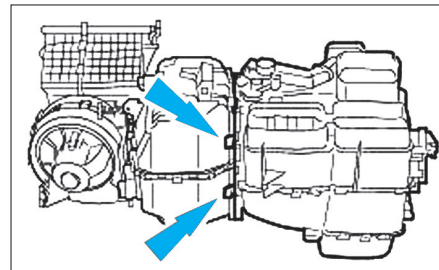

Fig. 55
- Déposer les boulons de fixation de revêtement d'amortissement (2).
- Déposer le boîtier de répartition d'air (Fig.55).